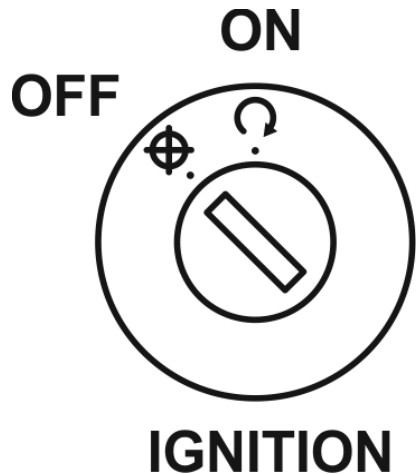

Рисунок 8. Замок запалювання
1. Перед запуском двигуна вставте ключ у замок запалювання, поверніть його в положення «ON» (див. рис. 8.) І переконайтеся: у коробці передач ввімкнена НЕЙТРАЛЬ або НУЛЬОВА ПЕРЕДАЧА: на індикаторі передач на панелі приладів (див. рис. 3.) Світиться цифра «0»; важіль управління повітряною заслінкою карбюратора (див. рис. 7 поз. 4) встановлений у середнє положення. Паливний кран (див. рис. 5. поз. 1.) «відкрито».
Для того, щоб заглушити двигун, поверніть ключ запалювання в положення «OFF» (див. рис. 8.)